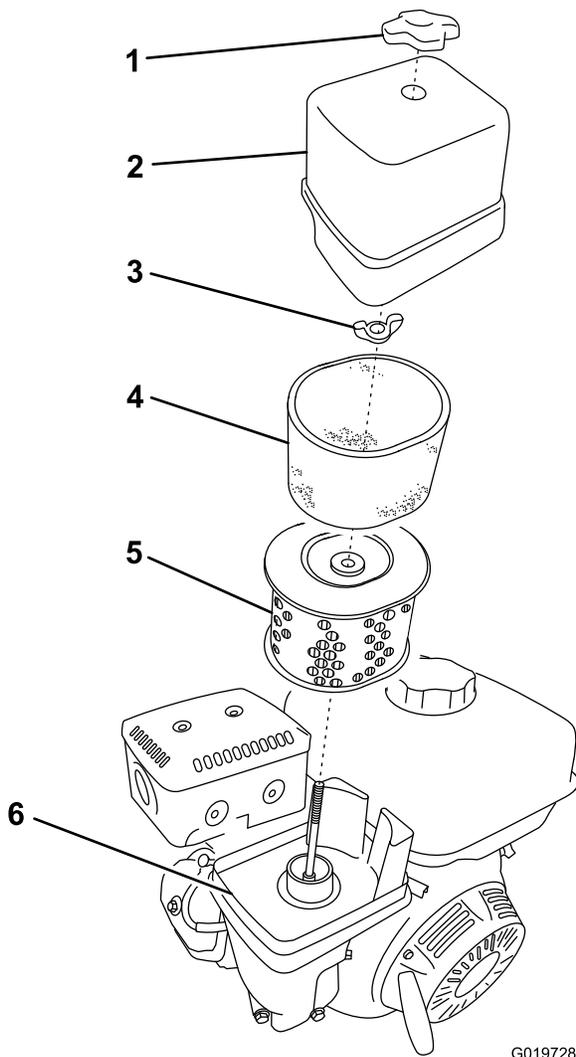

Figure 24
3. Retirez l'écrou de fixation du couvercle (Figure 24).
- Déposez les éléments en mousse et papier de la base (Figure 24).
- Sortez l'élément en mousse de l'élément en papier (Figure 24).